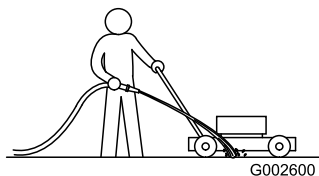

Figura 26
1. Con el motor en marcha sobre una superficie plana pavimentada, dirija un chorro de agua hacia delante de la rueda trasera **derecha** (Figura 26).